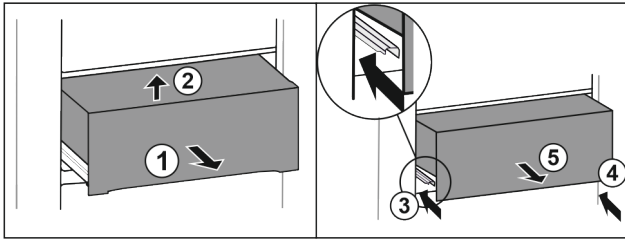

Fig. 22
- ▶ Lade er half uittrekken. Fig. 22 (1)
- ▶ Lade aan de voorkant optillen. Fig. 22 (2)
- ▶ Linker rail erin schuiven. Fig. 22 (3)
- ▶ Rechter rail erin schuiven. Fig. 22 (4)
- ▶ Lade naar voren toe verwijderen. Fig. 22 (5)